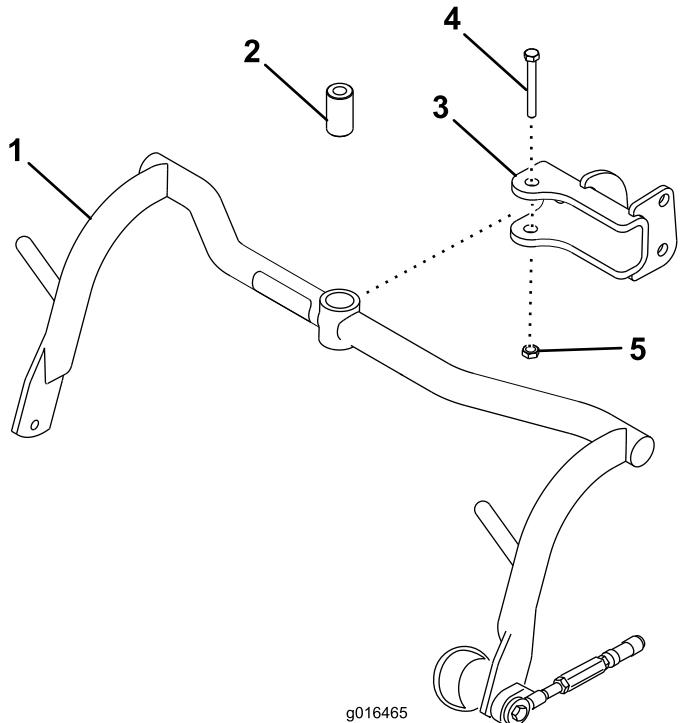

Bild 8
- 1. Befestigen Sie einen Trägerrahmen mit einem Distanzstück, einer Schraube (1/2" x 3-1/4") und einer Sicherungsmutter (1/2") an jeder Lastöse (Bild 8). Ziehen Sie sie auf 91-113 Nm an.